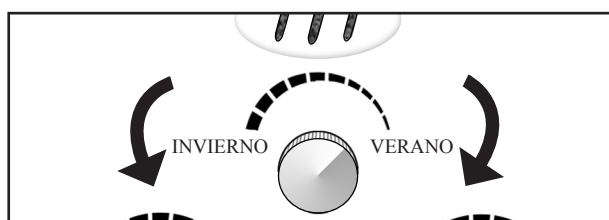

Figura 16. Ajuste Verano/Invierno.
- **Perilla Verano/Invierno:** Interruptor que permite usar sólo una sección del quemador en verano para ahorrar gas y el quemador completo en invierno para obtener el calentamiento necesario. Ajústela según la estación del año, vea figura 16 debajo.